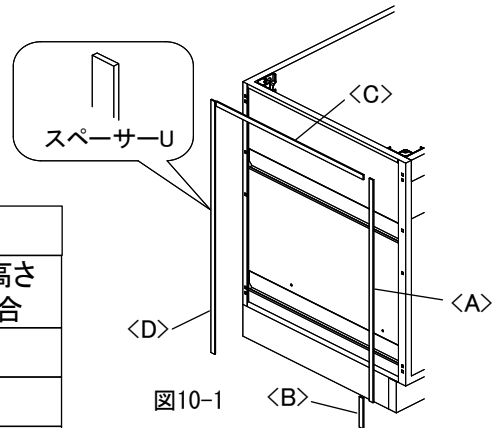

図10-1
(1) スペーサーUの貼付け
- ① スペーサーUを下記長さにカットしキャビネット側板・台輪に貼付けてください。(図10-1)